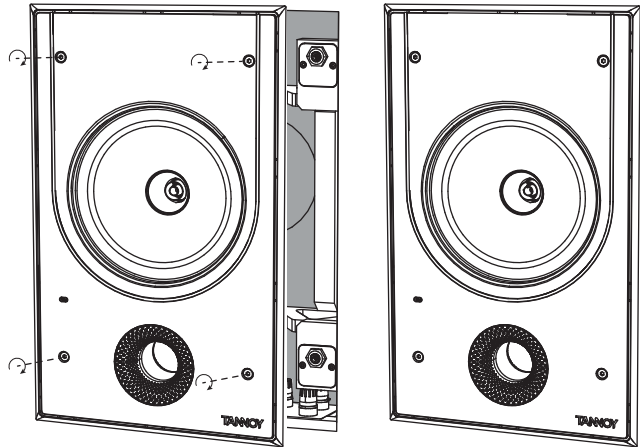

Fig. 2. Installazione nel BACK CAN
2. Installare il gruppo altoparlante nella parte posteriore, premendo prima le quattro viti fino in fondo, quindi serrandole a mano (Fig. 2). Assicurarsi di non intrappolare il cablaggio dell'altoparlante o le dita durante l'installazione.